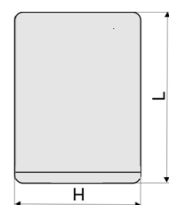

Рисунок 8 – Карман фланелевый К1 40x50 мм
5.4.8 Карман фланелевый К1 размером 40x50 мм, с накладным карманом, располагающимся по краю его узкой стороны (рисунок 8). В карман вставляется пластинчатый электрод кабеля пациента.